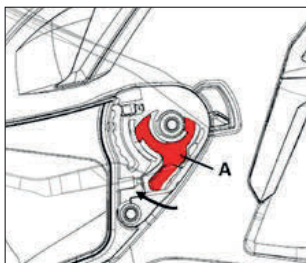

Fig. 1
- 1.2 Empuje la palanca **A** en el mecanismo para liberar la pantalla (Imagen 1)